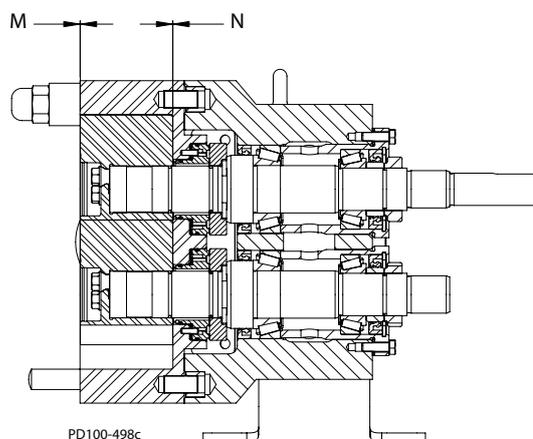

Figure 59 - Mesurer le jeu
5. Vérifiez les jeux obtenus à l'arrière et à l'avant (objets M et N dans Figure 59). Ajustez les cales comme requis.